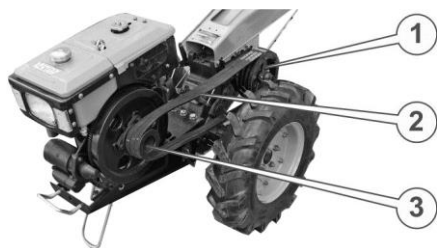

Рисунок 20. – Встановленні ремні
2. Виставити редуктор в зборі з кермом (див. рис. 20.) на рівній твердій поверхні в горизонтальному положенні, у разі необхідності – використовувати підпори.
19. Надягти шайбу на довгий натяжний болт М12 (3) (див. рис. 20.) та вставити його в отвір в рамі (4), наживити контргайку (2), закрутити натяжний болт в отвір для гвинта в передній балці (1).